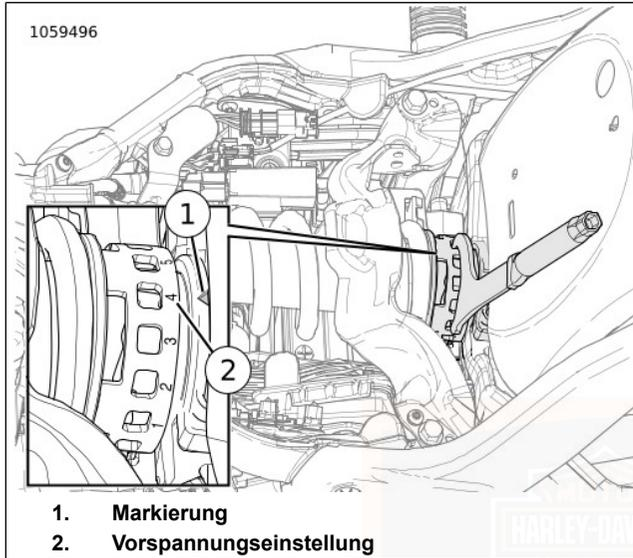

Abbildung 16. Vorspannungseinstellungsnocken
1. **Cam-Ausführung:** Siehe Abbildung 16.